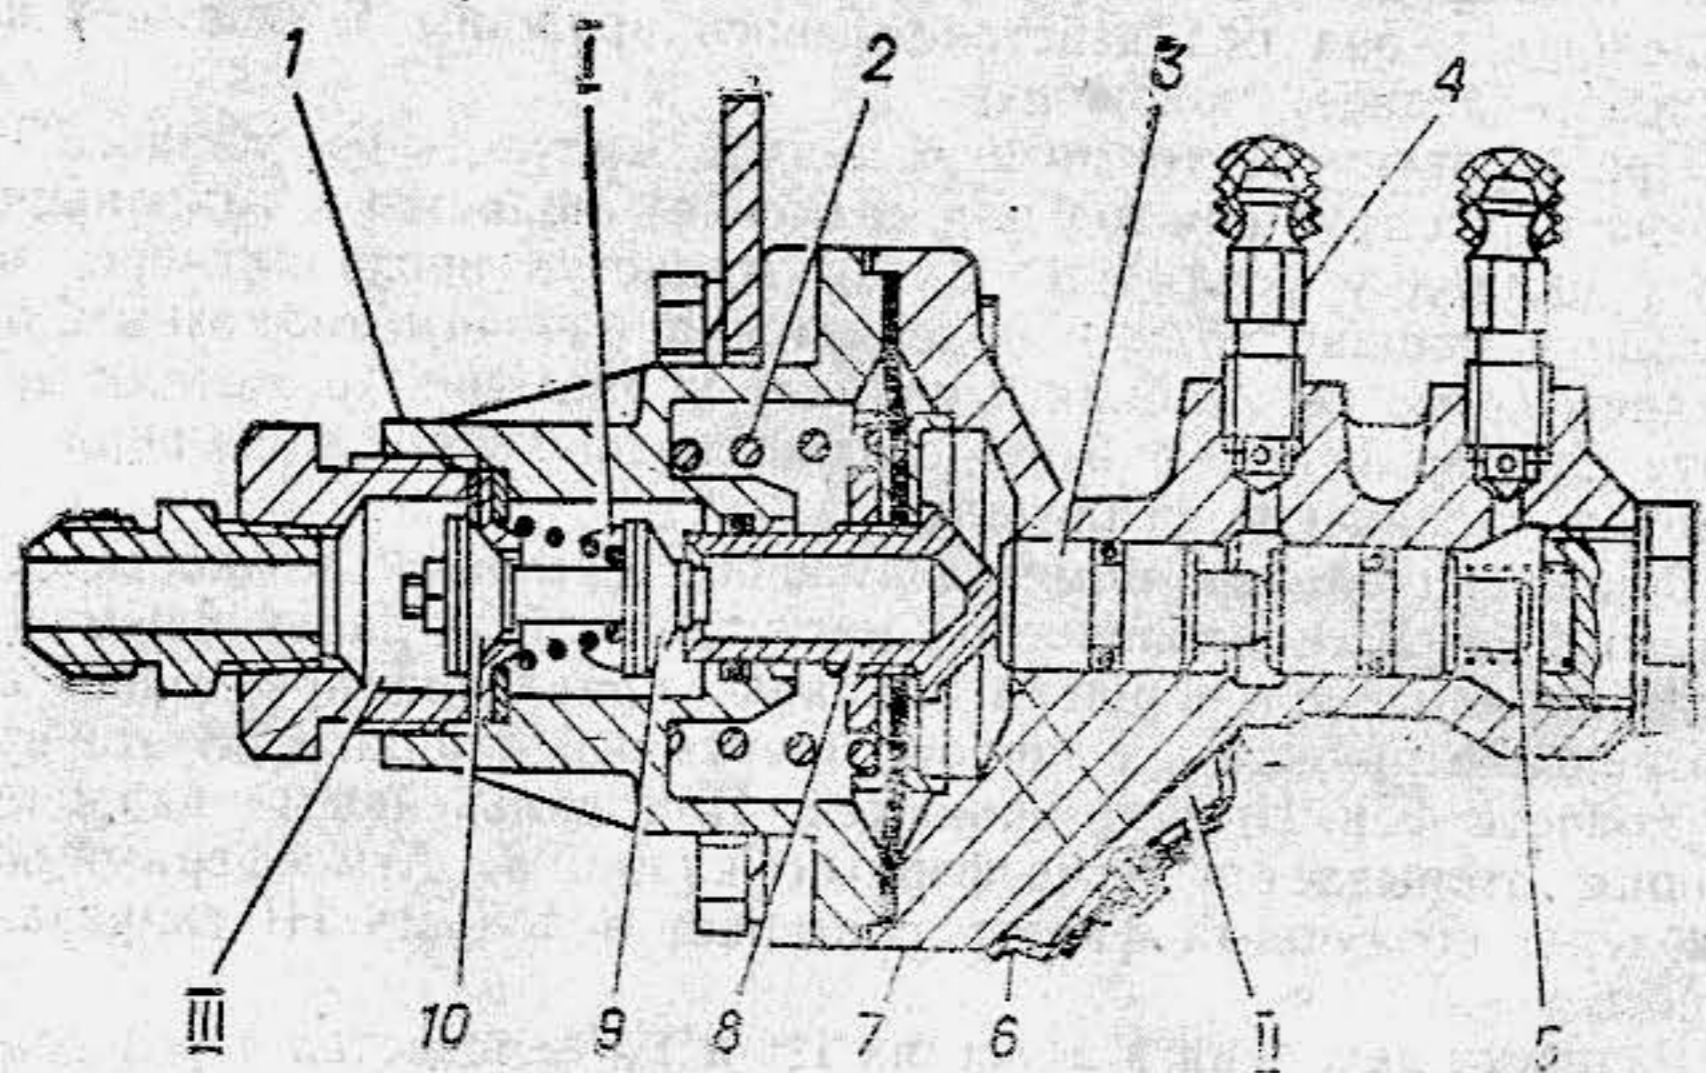

Рис. 49. Клапан управления тормозами прицепа:
**Клапан управления тормозами прицепа** (рис. 49)—гидропневматический, состоит из гидравлической и пневматической секций. В расторможенном состоянии к полости III подведен сжатый воздух из воздушного баллона автомобиля; впускной клапан 10 закрыт, а полость I через седло 8 соединена с полостью II.